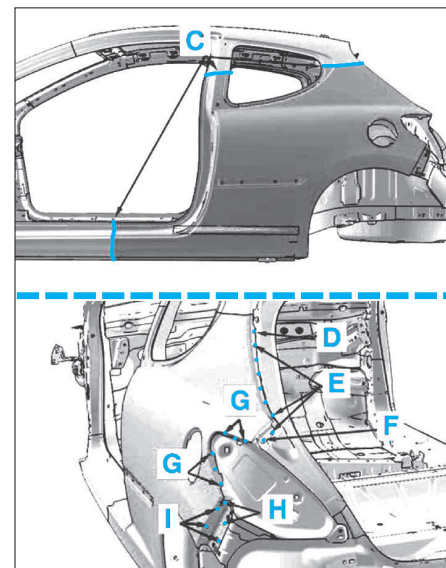
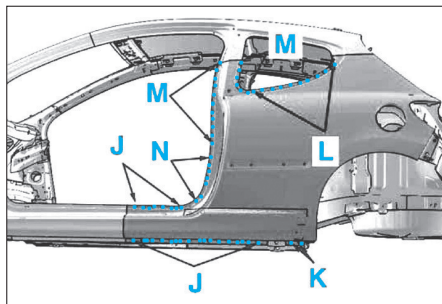

FIG. 42
FIG. 43
- Poser et souder la pièce neuve aux endroits indiqués A à N (Fig.42) et (Fig.43).